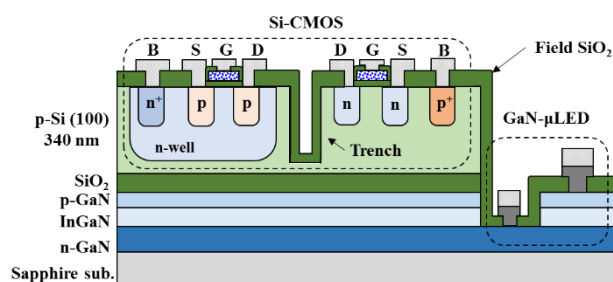

Fig.1 Si/SiO₂/GaN-LED 基板を用いた Si-CMOS および GaN-μLED の構造図(金属配線は省略)
Fig.1 に示す Si/SiO₂/GaN-LED 基板は表面活性化ウェハ接合を用いて作製された^[2]。本構造では, GaN-LED 上に層間絶縁膜として堆積した SiO₂ と集積回路を形成するトップ Si 層との界面が接合面となっている。また, デバイス作製工程中の熱応力による Si 層への線欠陥の発生を防ぐため, トップ Si 層の膜厚は 340 nm とした。CMOS 回路の作製プロセスとしては(1)ラッチアップ対策としてトレンチ構造を導入, (2)InGaN-LED 活性層への熱履歴低減のためフィールド酸化膜を減圧 CVD により形成し, n-well をイオン注入のみで形成すると共に不純物拡散を全熱工程で満たすよう設計した。ゲート酸化膜形成は, 900°C, 14 min のウェット酸化により行い, ゲート電極は減圧 CVD による poly-Si ゲートを採用した。p 型, n 型 MOSFET のソース/ドレイン形成はイオン注入により行い, イオン注入後の活性化アニールを一括で行うことで熱履歴を低減した。CMOS 回路形成後に GaN-μLED を形成することで, CMOS 層との相互汚染を抑制した。GaN-μLED 作製に関しては標準的な LED プロセスを用いており, LED のサイズは 30 μmφである。LED の n 型電極, p 型電極にはそれぞれ Ti/Al/Ti/Au, Ni/Ag/Ni を用いた。LED 形成後, 各 CMOS, LED 部へのコンタクトホールを形成し, Al-Si スパッタリングにより金属配線を形成した。